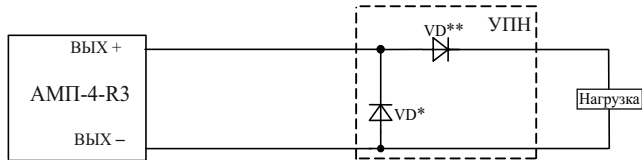

Рисунок 8
4.3.1 Для обеспечения контроля целостности выходных цепей в разрыв выходной цепи непосредственно к нагрузке должно быть подключено устройство подключения нагрузки (далее – УПН) в соответствии со схемой (рисунок 8).